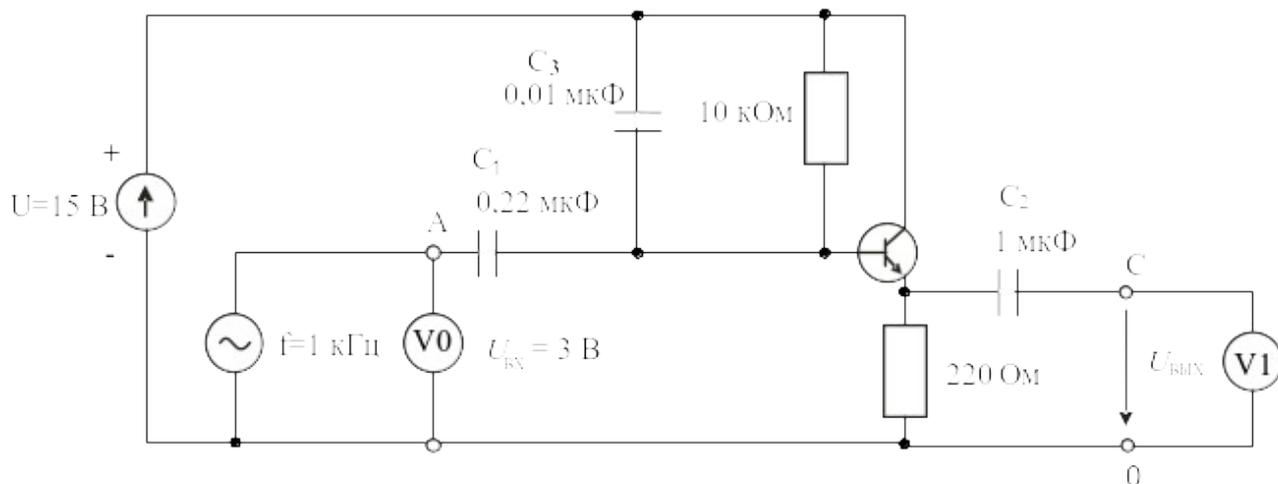
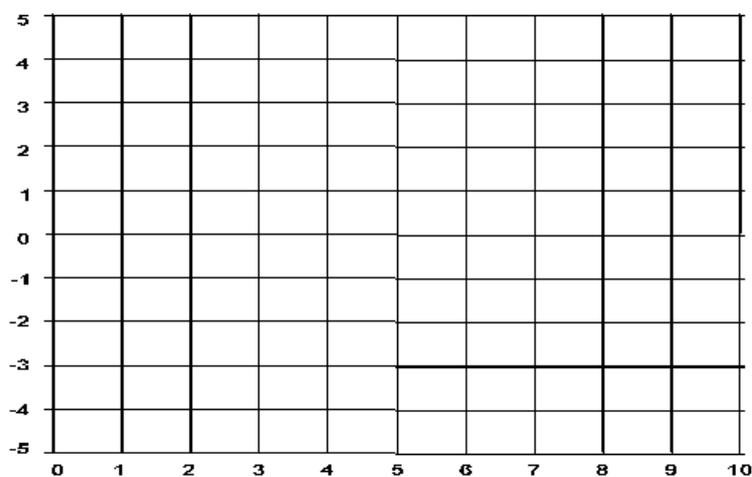

Рисунок 3 – Схема усилителя с общим коллектором
Рисунок 4
2.1. Соберите цепь усилителя по схеме с общим коллектором (рис. 3). Конденсатор C_3 в схеме служит для подавления высокочастотных помех. Повторите описанные выше измерения, постройте кривые на графике (рис. 4) и занесите результаты измерений в таблицу 1. При этом $R_{доб.}=10$ кОм, а $R_{Н}=100$ Ом.